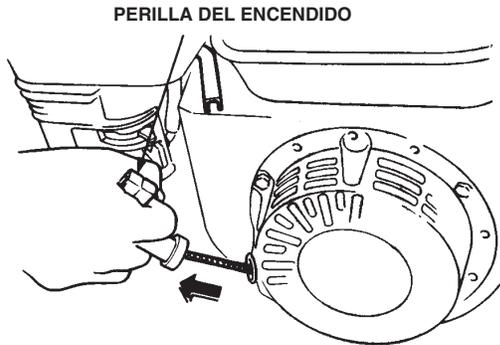

Figura 24. Perilla del encendido
5. Tome la perilla del encendido (Figura 24) y tire de ella lentamente. La resistencia se vuelve mayor en un cierto punto, que corresponde al punto de compresión. Tire de la perilla del encendido de forma rápida y suave para provocar el arranque.